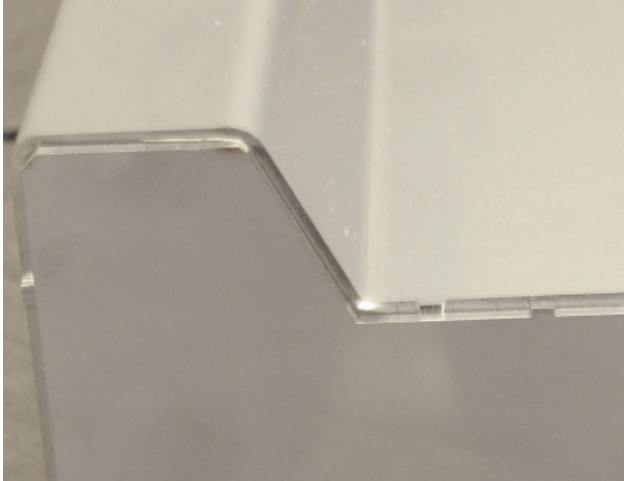

Fig. 4.6
- Bij te lassen hoekconstructies is onderstaande nokverbinding aan te raden. (Fig. 4.6)